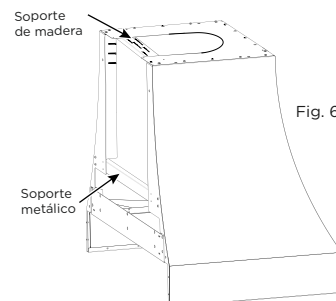

Fig. 6
13. Retire el soporte superior de madera y soporte inferior metálico de la Oristano. Deseche estos soportes. (Fig. 6)